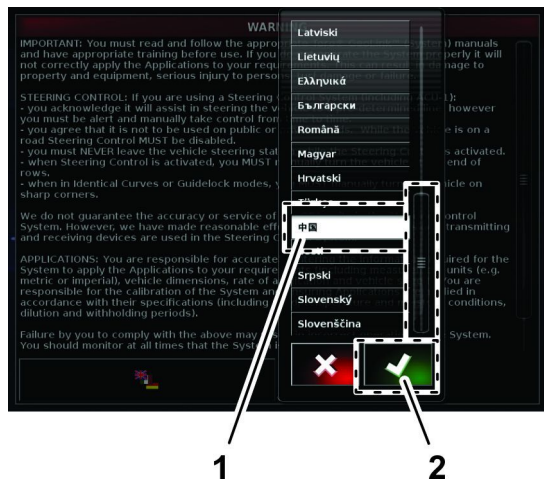

Figura 16
2. En el cuadro de diálogo Selección de idioma, navegue a su idioma preferido, selecciónelo en la lista y pulse el icono SÍ (Figura 16).